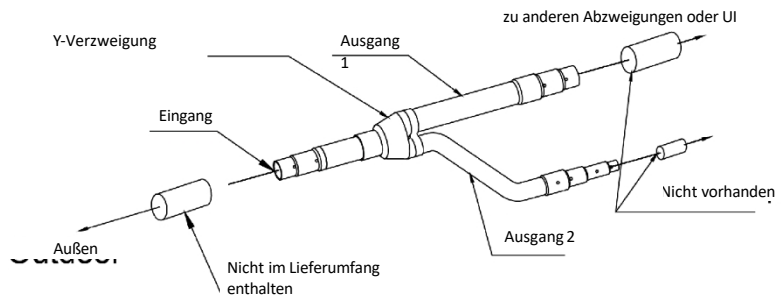

Abb. 20
- 2 Der Y-Abzweigschlauch verfügt über mehrere Schlauchabschnitte unterschiedlicher Größe, was den Anschluss an zahlreiche Kupferschläuche erleichtert. Schneiden Sie den Schlauchabschnitt mit einem Schlauchschneider auf die passende Länge zu und entfernen Sie anschließend die Grate. Siehe Abb. 20.